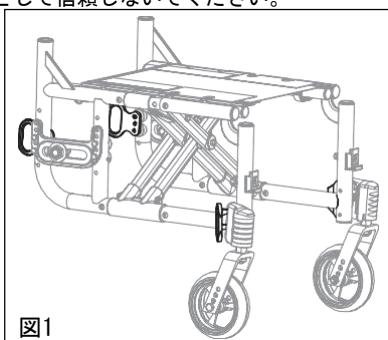

図1
- 車椅子固定メーカーの説明書およびRESNA WC-4に従い、車載オプション(図1)を使用して、Catalyst5の4か所の固定ポイント(前2ヶ所、後2ヶ所)に車椅子固定具を取り付けます。 : 2012、セクション18、またはISO 10542-1 : 2012 - パート1。